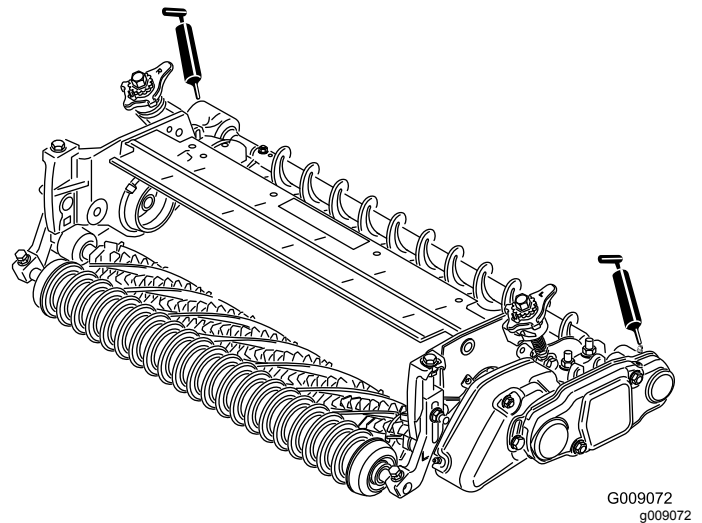

**Figure 34**
26. Glissez le protège-courroie sur les boulons de montage et fixez-le avec 2 écrous à embase (Figure 34).